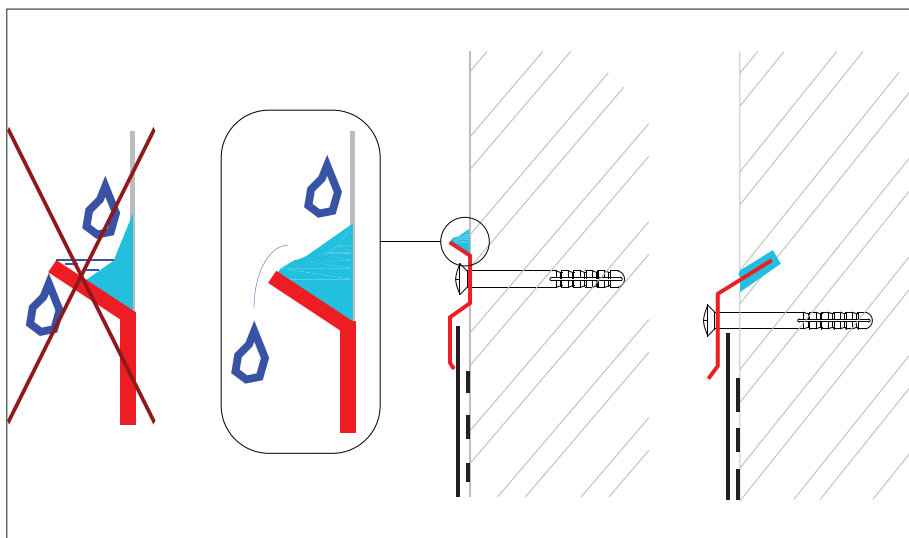

Рисунок 15
■ Для герметизации всех стыков и примыканий используйте специальные кровельные герметики так, как показано на *рис. 15*.